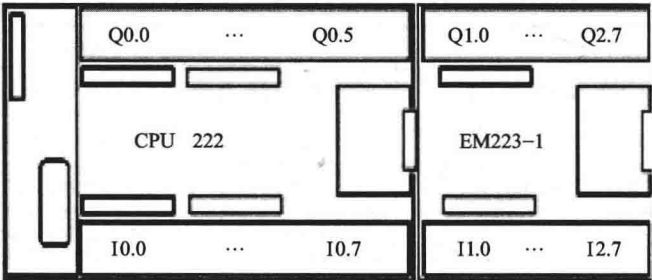

图 1 - 7 CPU 222 与扩展模块的连接图
在断电情况下，连接好 PC/PPI 电缆及 PLC 扩展模块，要求 CPU 222 主机及扩展模块 EM223 采用 + 24 V 直流电源供电，其间采用扁平电缆连接，固定在底板或 DIN 导轨上。CPU 222 与扩展模块连接如图 1 - 7 所示。
(1) S7 - 200 CPU 与 PC 之间的通信连接方式。S7 - 200 CPU 与 PC 之间有两种通信连接方式，一种是采用专用的 PC/PPI 电缆，另一种是采用 MPI 卡和普通电缆。可以使用 PC 作为主站设备，通过 PC/PPI 电缆或 MPI 卡与一台或多台 PLC 连接，实现主、从设备之间的通信。
① PC/PPI 电缆通信。PC/PPI 电缆是一条支持 PC、按照 PPI 通信协议设置的专用电缆线，电缆线中间有通信模块，模块外部设有波特率设置开关。
② MPI 通信。多点接口 (MPI) 卡提供了一个 RS - 485 端口，可以用直通电缆和网络连接，在建立 MPI 通信之后，可以把 STEP7 - Micro/WIN32 连接到包括许多其他设备的网络上，每个 S7 - 200 可作为主设备且都有一个地址。先将 MPI 卡安装在 PC 的 PLC 插槽内，然后启动安装文件，将该设置文件放在 Windows 目录下，CPU 与 PC 的 RS - 485 接口用电缆线连接。
(2) 连接 S7 - 200 CPU，为 S7 - 200 CPU 供电。第一个步骤就是要给 S7 - 200 的 CPU 供电，如图 1 - 9 所示，给出了直流供电和交流供电两种 CPU 模块的接线方式。
(3) 通信参数设置。通信参数设置的内容有 S7 - 200 CPU 地址、PC 软件地址和接口 (PORT) 等设置。
① 在 STEP7 - Micro/WIN32 运行时，单击浏览条中通信图标，或从菜单栏中选择元件——通信 (Communications)，则会出现一个通信参数对话框，如图 1 - 10 所示。